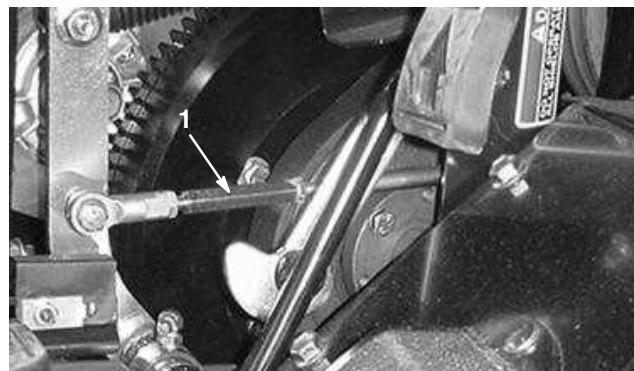

Figure 57
2. Desserrez les écrous de blocage aux extrémités de la tige de déplacement (Fig. 57).